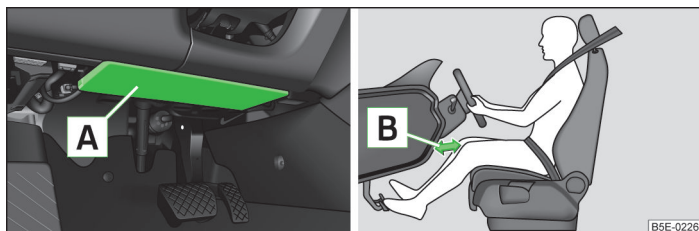

Fig. 166 Airbagul pentru genunchi de sub coloana de direcție
Airbagul pentru genunchi al șoferului **A** este montat în partea inferioară a planșei de bord, sub coloana de direcție » fig. 166.
- Reglați longitudinal scaunul șoferului în așa fel, încât distanța de la picioare **B** la planșa de bord să fie de minim 10 cm în zona airbagului pentru genunchi » fig. 166. Dacă, din rațiuni de mărime corporală, nu este posibil să se îndeplinească această condiție, adresați-vă unei unități service specializate.